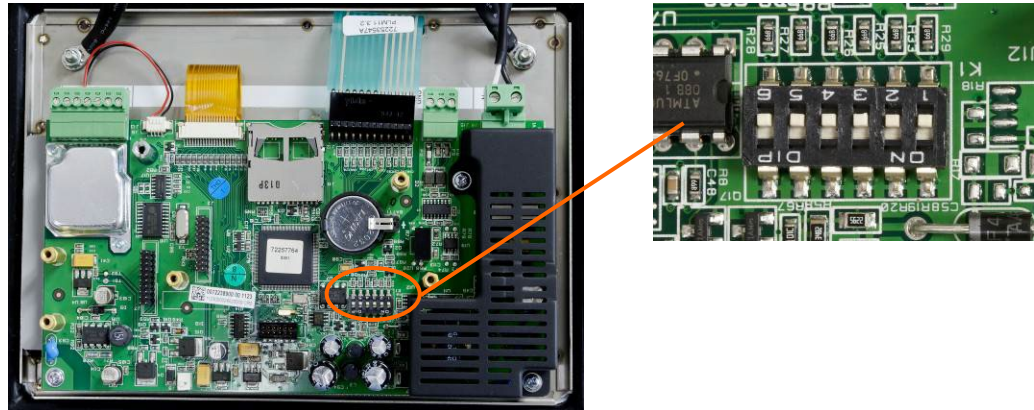

Abbildung A-67: Position von Schalterblock 1 auf der Hauptplatine, Analog-Version
Ein Schalterblock mit sechs Positionen (Abbildung A-67) befindet sich auf der Hauptplatine. Diese Schalter funktionieren wie in Tabelle A-6 beschrieben.
1. Es muss sichergestellt werden, dass in Setup unter **Waage > Typ > Zulassung** die entsprechende Zulassungsregion gewählt wurde und dass der Metrologie-Sicherheitsschalter SW1-1 in der Position EIN steht (siehe Abbildung A-67 und Tabelle A-6).